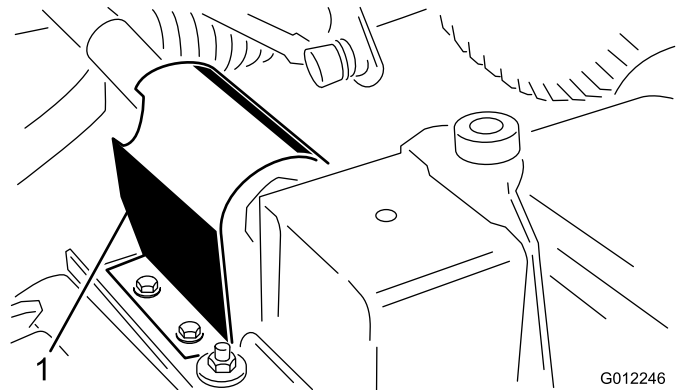

Figura 8
2. Retire los 2 tornillos autorroscantes que sujetan el protector de la TDF a la parte superior de la chapa de montaje de la caja de engranajes de la unidad de corte, y retire el protector (Figura 8).